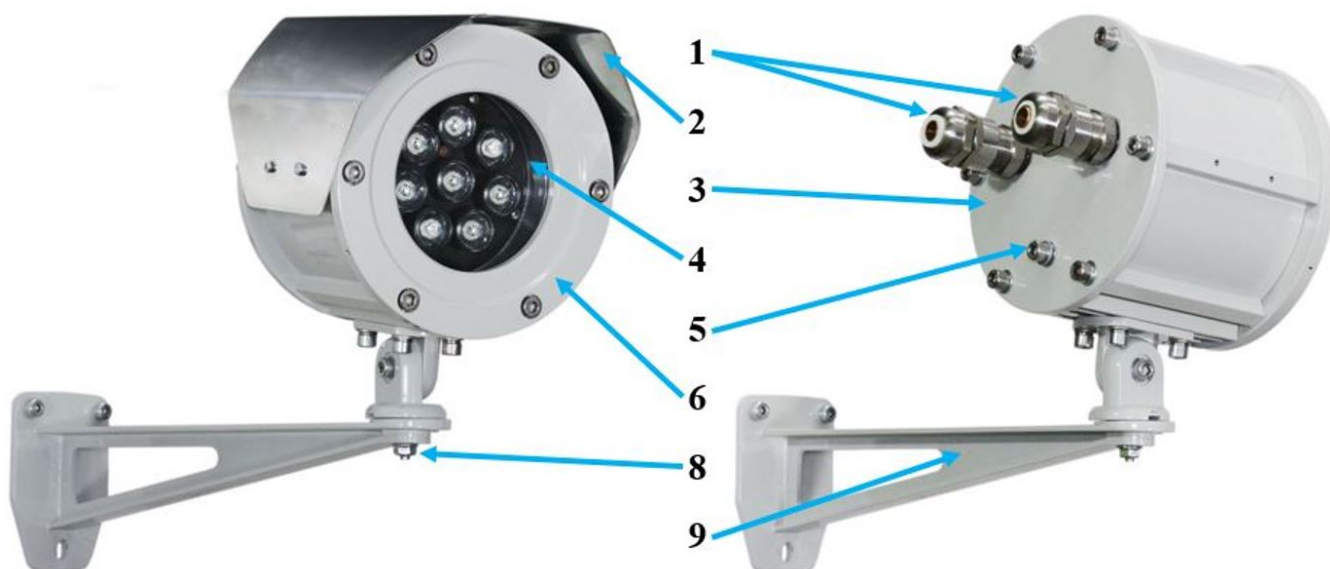

Рисунок 2. Внешний вид ИК-прожектора Релион-ТКВ-300-А-ИК
- Открутить болт (8) рис. 2, 3 и отделить кронштейн крепежно-юстировочного устройства.
- Определить рабочее место и закрепить кронштейн крепежно-юстировочного устройства (9) рис.2 и 3.
- Открутить фиксирующие винты задней крышки прожектора (3). На внутренней стороне задней крышки установлена плата коммутации рис 5. Осторожно отделить крышку от корпуса прожектора, чтобы не повредить шлейф питания от платы ИК-излучателей, подключенный к плате коммутации. Отделить от платы коммутации разъем шлейфа питания платы ИК-излучателей;
- Через кабельные вводы (1) завести кабели питания и подключить их к плате коммутации прожектора, соблюдая полярность, согласно схеме подключения на рис 6;
- Подключить проводник заземления к болту заземления (5) рис 2 и 3;
- Установить прожектор на кронштейн крепежно-юстировочного устройства (9), нацелить прожектор на контролируемую зону и зафиксировать болтом (8), рис. 2 и 3;